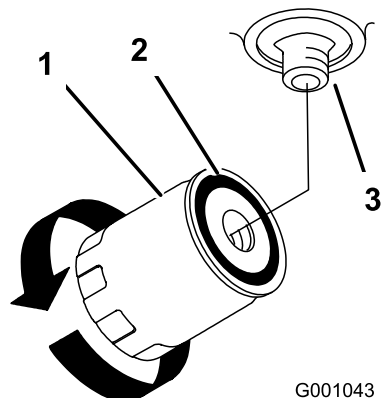

図 76
4. オイル・フィルタを外し、フィルタのアダプタのガスケットの表面をきれいに拭く（図 76）。
6. アダプタにフィルタを取り付ける。ガスケットがアダプタに当たるまで手でねじ込み、そこから更に 1/2 回転増し締めする(図 76)。